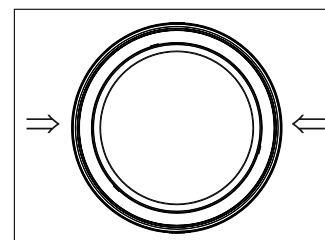
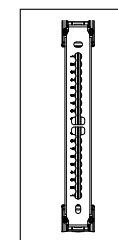

Рис. 1
Рис. 2
- 5.10 Надавите на фиксаторы монтажной скобы по бокам осветительного прибора (рис. 1) и освободите монтажную скобу (рис. 2).